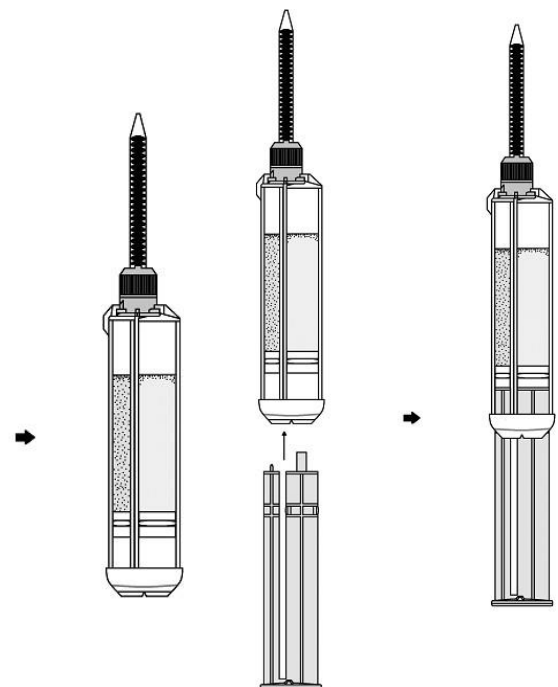

Ilustración 6
6. Sostenga la jeringa en posición vertical y luego inserte el émbolo doble en la parte posterior de las cámaras correspondientes de la jeringa hasta que sienta resistencia en los émbolos de silicona (fig. 6).